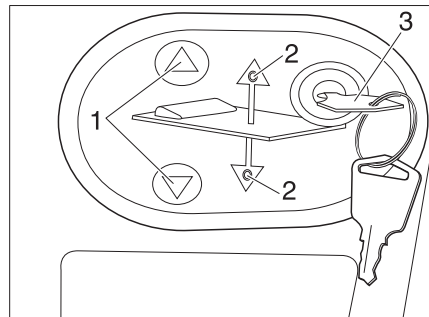

Fig. 162 Pannello di comando del letto basculante elettrico
- Inserire la chiave (Fig. 162,3) nel pannello di comando (Fig. 162,2).
- Premere e tenere premuto il tasto  o  (Fig. 162,1). Il rispettivo LED (Fig. 162,2) si accende ed il letto basculante si abbassa o si solleva.
- Al raggiungimento della posizione desiderata rilasciare il tasto  o  (Fig. 162,1). Il rispettivo LED (Fig. 162,2) si spegne.
- Estrarre la chiave (Fig. 162,3).